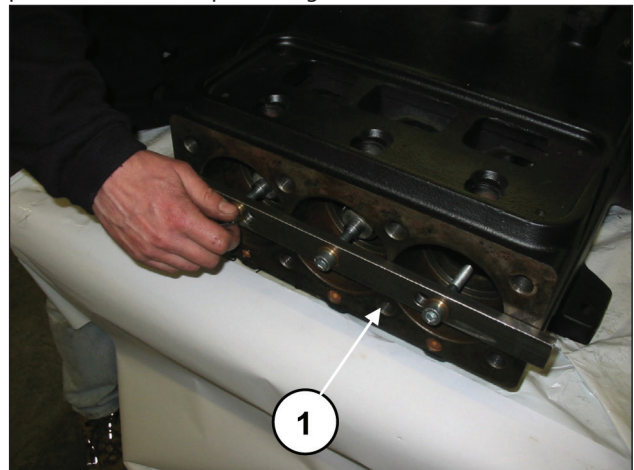
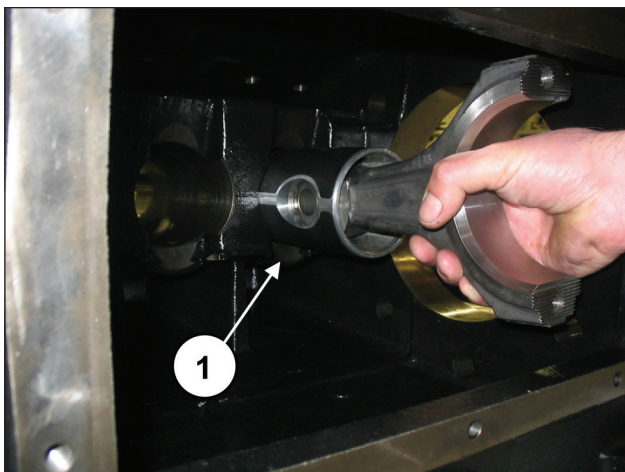

Fig. 32
Fig. 33
En aquellos casos en los que sea necesario sustituir una o más bielas, o guías del pistón, actuar del siguiente modo: Aflojar los tornillos de la herramienta cód. 27566200 para desbloquear las bielas (pos. ①, Fig. 32) y, a continuación, extraer los grupos biela-guía del pistón por la abertura posterior del cárter (pos. ①, Fig. 33).
Comprobar que el cárter esté limpio e introducir el grupo semibiela-guía pistón dentro de las levas del cárter (pos. ①, Fig. 33).
Bloquear los tres grupos con la herramienta cód. 27566200 (pos. ①, Fig. 32).
Desmontar la herramienta que bloquea las bielas cód. 27566200 (pos. ①, Fig. 32).